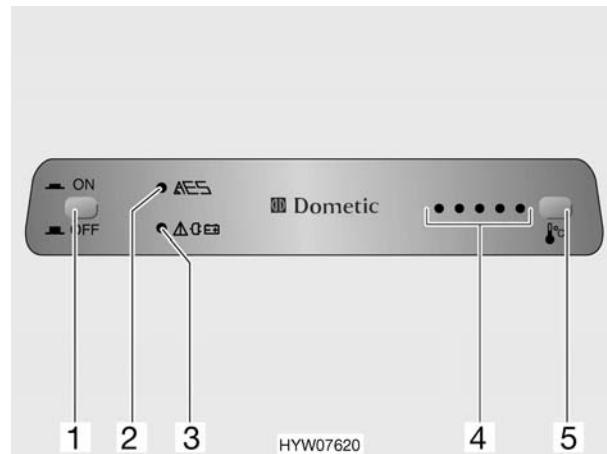

Fig. 164 Elementi di comando del frigorifero
Se l'alimentazione a 230 V non è allacciata e il motore del veicolo è spento, il sistema AES seleziona il rifornimento di gas. Selezionando il funzionamento a gas, il dispositivo di sicurezza si apre automaticamente, così che il gas possa fluire al bruciatore. Contemporaneamente si inserisce l'accenditore elettronico. Se la fiamma del gas si spegne, p. es. a causa di un colpo di vento, l'accenditore viene subito azionato riaccendendo il gas. In caso di guasto del funzionamento a gas, la luce spia (Fig. 164,2) diventa rossa e lampeggiante.
- Nelle aree di servizio è vietato l'uso di impianti a fiamma viva. Nel caso in cui la sosta duri più di 15 minuti, il frigorifero deve essere spento tramite l'interruttore a pressione (Fig. 164,1).
In caso di funzionamento a elettricità, il sistema AES controlla costantemente il livello della tensione elettrica fornita. Se in un determinato intervallo di tempo la tensione elettrica è troppo bassa, il sistema AES passa automaticamente al funzionamento a gas. La luce spia (Fig. 164,3) si accende. Il sistema AES mantiene questa modalità di funzionamento fino a quando il livello di tensione elettrica non ritorna ai valori normali.
Dopo l'accensione il frigorifero seleziona automaticamente la regolazione intermedia del termostato. Questa regolazione può essere modificata manualmente tramite il tasto (Fig. 164,5). I diodi (Fig. 164,4) indicano la temperatura selezionata sul termostato. Con tale tasto viene regolata la temperatura di refrigerazione per tutti i tre tipi di funzionamento. Ci vogliono alcune ore prima che il frigorifero raggiunga la temperatura normale di esercizio. Cambiando la modalità di funzionamento la regolazione del termostato non viene modificata. La temperatura di raffreddamento è indipendente dal tipo di energia utilizzata.
- Premere l'interruttore a pressione (Fig. 164,1). La luce spia (Fig. 164,2) diventa verde.
- Impostare la temperatura di refrigerazione con il tasto (Fig. 164,5). Le spie luminose a diodi (Fig. 164,4) indicano la temperatura selezionata sul termostato.
- Premere l'interruttore a pressione (Fig. 164,1). La luce spia (Fig. 164,2) si spegne.